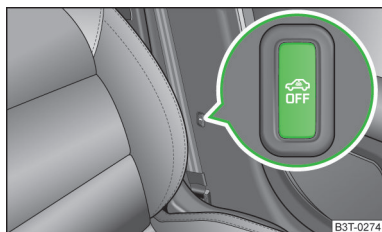

Fig. 18
- Pulsar la tecla de símbolo  » fig. 18 en la columna B en el lado del conductor. En la tecla cambiará la iluminación del símbolo  de rojo a naranja.